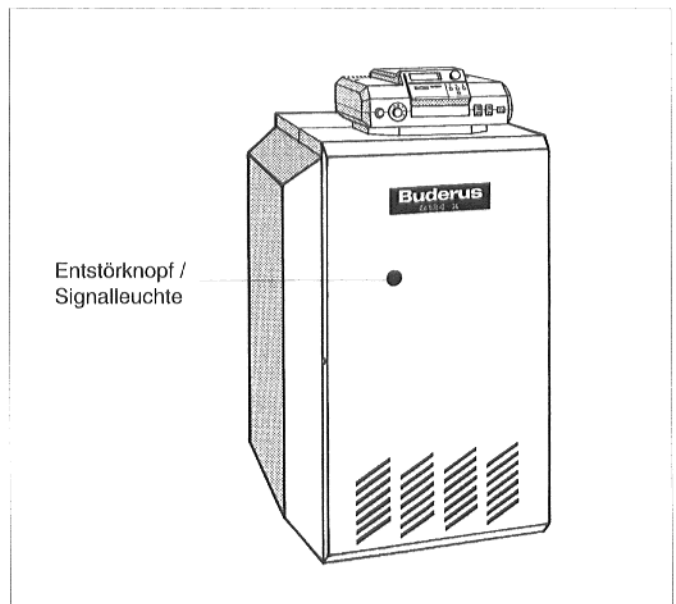

Abb. 3: Entstörknopf
- Leuchtet die Signalleuchte am Entstörknopf (Abb. 3), Entstörknopf drücken.